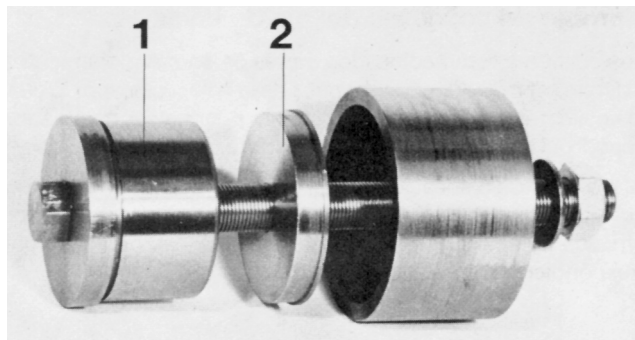

Fig. 28. Verktyg (884489) för demont. och mont. av ramlager
1. Slå eller pressa ur det gamla lagret med hjälp av dornen (1), se fig. 28, eller med verktyget 884489.